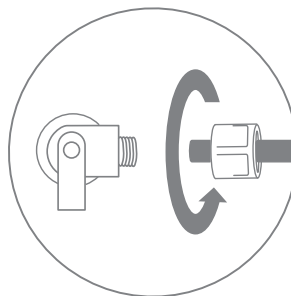

Рис. 18
2. Подключите свободный конец синей трубки 1/4", идущей от фитинга-тройника угольного постфильтра к вентилю накопительного бака: открутите накидную гайку, проденьте пластиковую трубку в отверстие накидной гайки, чтобы трубка вышла на 10...20 мм с другой стороны, установите трубку в резьбовой разъем вентиля, плотно закрутите накидную гайку по резьбе (рис. 18).